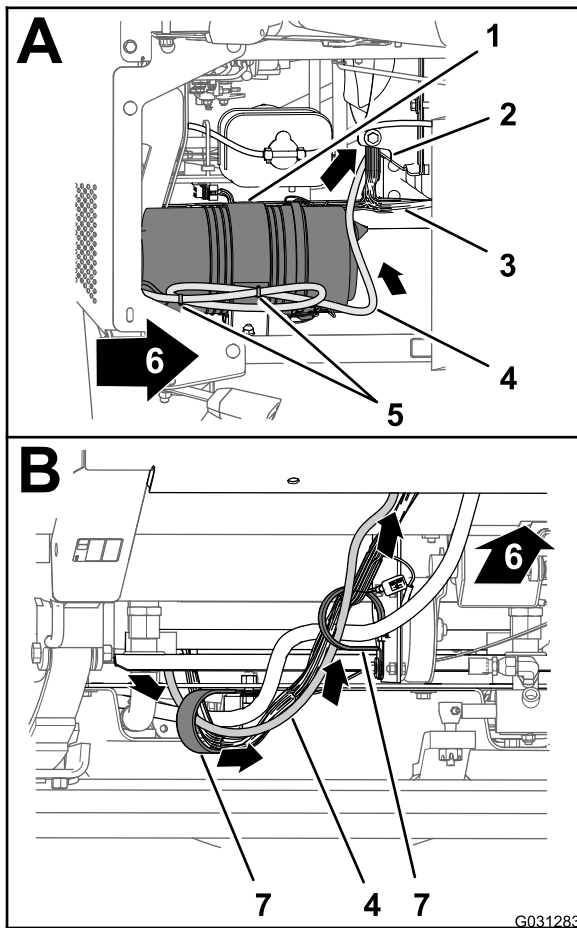

Bild 166
1. Verlegen Sie den 220-cm-Zweig des Datenkabelbaums an der rechten Seite des Motorraums nach vorne zum Luftfilter für den Motor und nach unten zur rechten, unteren Ecke des Kühlers (Bild 166).
2. Verlegen Sie den 220-cm-Zweig des Datenkabelbaums nach vorne und durch die zwei R-Klemmen an der Unterseite der Maschine (Bild 166).